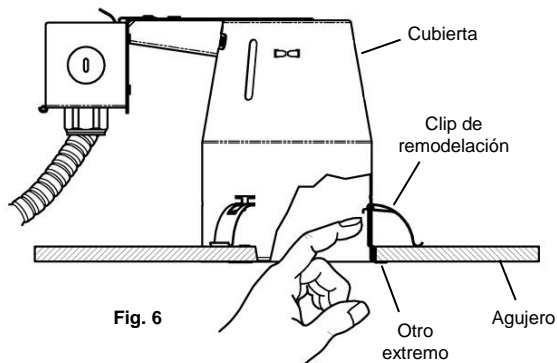

Fig. 6
3. El clip finalmente entrará a presión en la posición cerrada. El "pie" enganchará el borde de la abertura del agujero (Fig. 6).